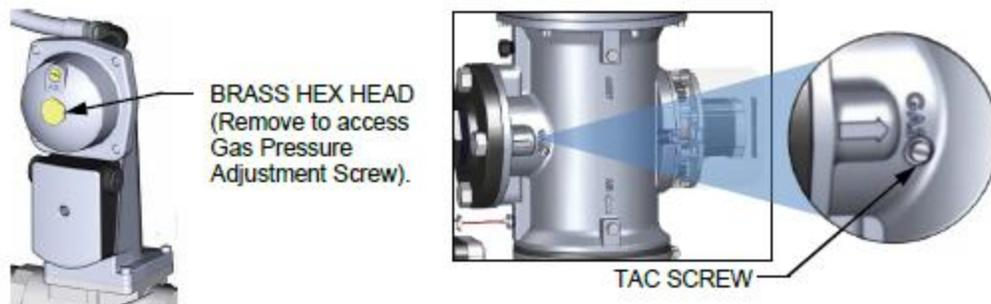

Figure 5-4: Vis de réglage de la pression du gaz et emplacement de la vis TAC
13. Vérifier que la pression du gaz du collecteur du **côté aval** du SSOV se situe dans la plage requise indiquée ci-dessous. Si ce n'est pas le cas, retirez l'écrou hexagonal en laiton de l'actionneur SSOV pour accéder à la vis de réglage de la pression du gaz (figure 5-4). À l'aide d'un tournevis plat, tournez lentement le réglage de la pression du gaz (par incréments de 1/4 de tour) dans le **sens des aiguilles d'une montre** pour **augmenter la** pression du gaz ou dans le **sens inverse des aiguilles d'une montre** pour **la réduire**. La lecture de la pression du gaz résultant sur le **manomètre en aval** devrait se situer dans la plage indiquée ci-dessous.
23. Si le niveau d'oxygène à la position la plus basse de la soupape est trop élevé et que la tension du ventilateur est au minimum, vous pouvez régler la vis TAC, encastrée dans le haut de la soupape d'air/carburant (voir Figure 5-4, ci-dessus). Tournez la vis de 1/2 tour **dans le sens des aiguilles d'une montre (CW) pour ajouter du carburant et réduire l'O₂** au niveau spécifié. Après avoir ajusté la vis TAC, recalibrage doit être exécuté de 60% ou 50% jusqu'à la position la plus basse de la soupape.